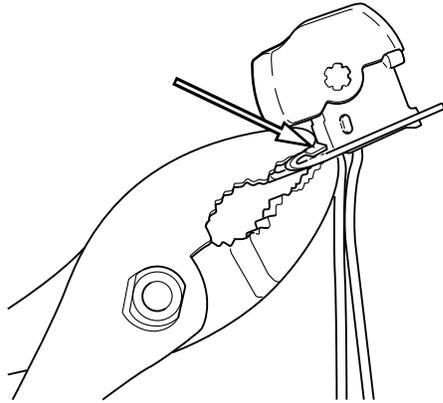

Figura 2. Dobra da lingueta de encaixe
7. Veja Figura 2. Fixe o interruptor no suporte de montagem dobrando a lingueta de encaixe sobre o flange na frente do interruptor.